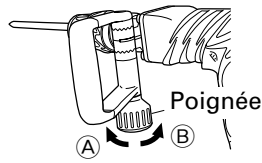

Fig. 5
- (1) Desserrer la poignée en tournant la saisie dans le sens de **A** comme indiqué à la Fig. 5.